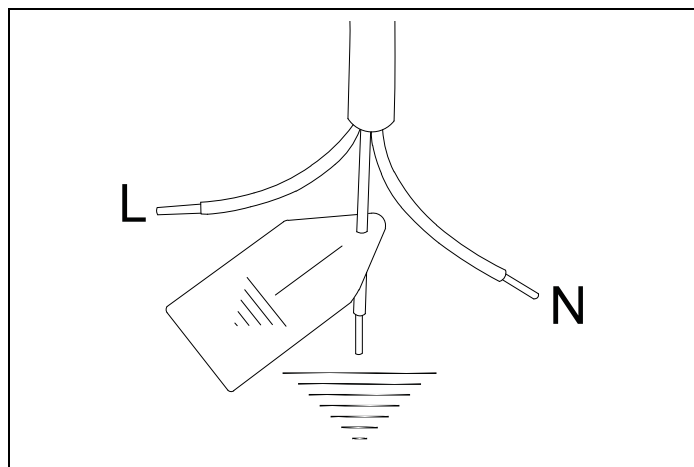

Fig. 13
- Forsyn netledningen med et reguleringsstik, som skal være egnet til den nominelle belastning, der er specificeret på apparatets typeskilt. Fastgør kablerne i henhold til diagrammet på figuren Fig. 13 og sørg for at overholde følgende:
Forsyn netledningen med et reguleringsstik, som skal være egnet til den nominelle belastning, der er specificeret på apparatets typeskilt. Fastgør kablerne i henhold til diagrammet på figuren Fig. 13 og sørg for at overholde følgende: